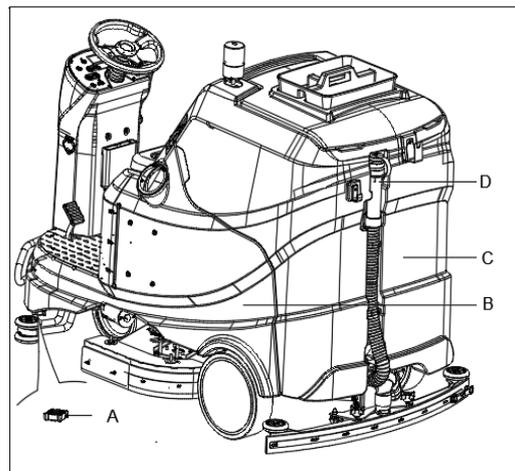

图 15
当多功能显示屏（47，图3）显示 ERROR24，且控制面板上的红色指示灯（48，图3）变亮时，表示污水箱（C，图15）已装满了污水，同时吸力马达会停止工作，地面无法吸干，需要排空污水箱后吸力马达才能恢复工作。按如下步骤：
4. 通过放污管排空污水箱（D，图15）内污水，然后用清水冲洗污水箱（C，图15）内部。
1. 拧开清水箱排水盖（A，图15）即可排干清水箱的水，然后用清水冲洗清水箱内部。
2. 按前面所述步骤清空清水箱（B，图15）、污水箱（C，图15）。